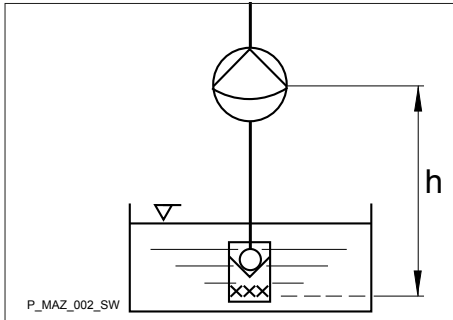

Abb. 5: Höhendifferenz, saugseitig
- Bei Dosiermedien mit Verunreinigungen oder Bodensatz soll das Fußventil in ausreichendem Abstand über dem Behälterboden bzw. einem eventuellen Bodensatz hängen - siehe Abb. 5.